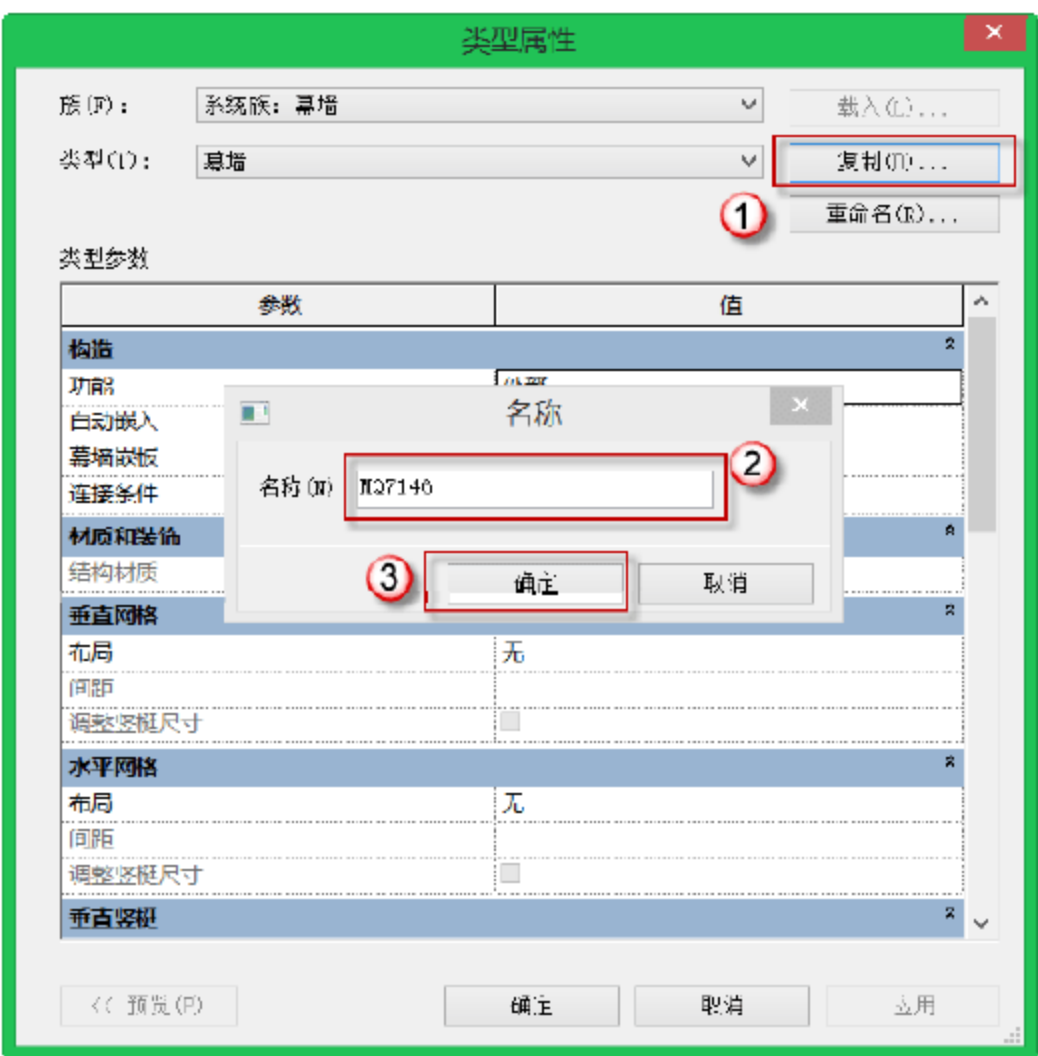
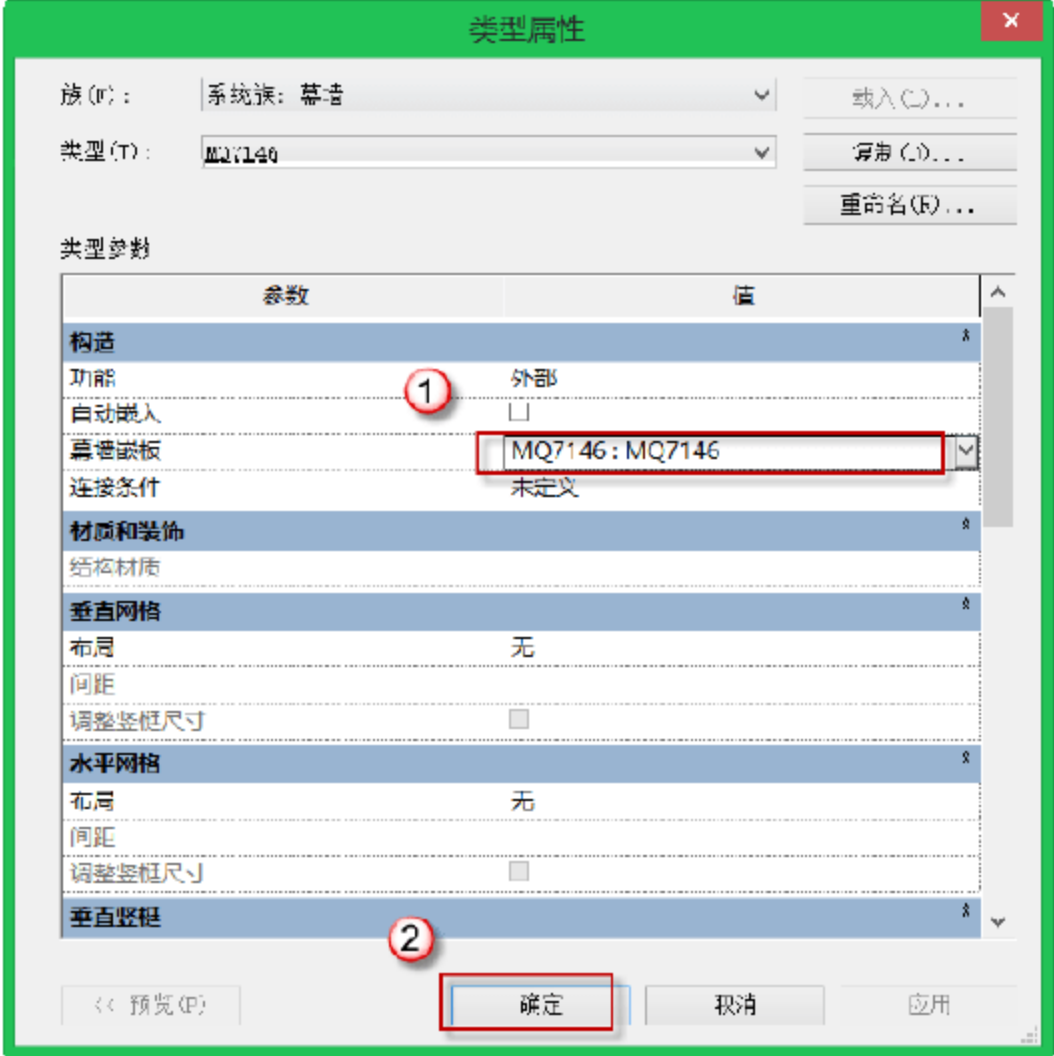

图 10.3.15 复制“MQ7146”族
图 10.3.16 设置“MQ7146”幕墙嵌板
(8) 设定“MQ7146”族类型。选择“建筑”→“墙”→“幕墙”命令，单击“编辑类型”按钮，弹出“类型属性”对话框，单击“复制”按钮，在弹出的对话框中将幕墙名称改为“MQ7146”，最后单击“确定”按钮，如图 10.3.15 所示。在“类型属性”对话框中单击幕墙嵌板参数右边值的单元格下拉按钮，选择“MQ7146”，完成后单击“确定”按钮，如图 10.3.16 所示，这样就完成了“MQ7146”族类型的设定。